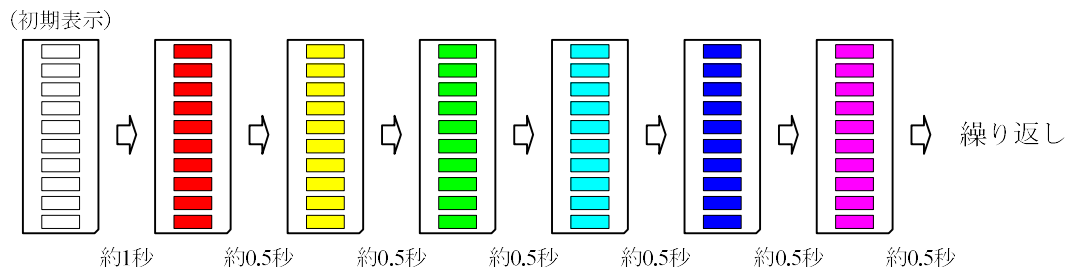

図 7.1 課題 1 の動作の様子
(2) 課題 1 : rainbow1()関数
- 点灯色は, 図 7.1 のように白, 赤, 黄, 緑, シアン, 青, マゼンタの順とする.